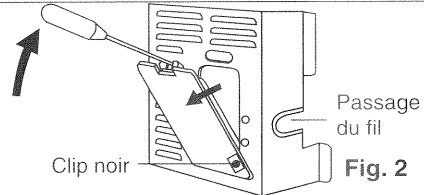

Fig. 2
■ Pour cela, enfoncez un tournevis entre la tôle du capot et la trappe puis faites pivoter la trappe (fig. 2).
■ Retirez si nécessaire (*), les barrettes de jonction (fig. 4) en ôtant le clip noir (fig. 2).